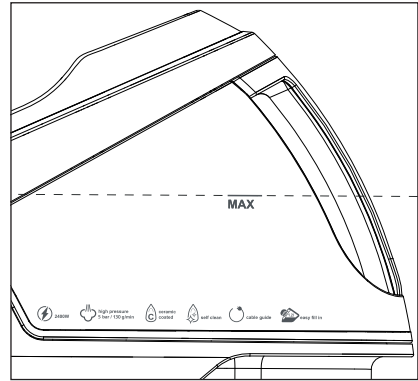

Fig. 3
- Remplissez le réservoir à eau **7** au maximum jusqu'au repère **MAX** (voir fig. 3). Videz la quantité d'eau versée en trop en utilisant l'orifice de remplissage. La quantité de remplissage maximale du réservoir à eau **7** est d'env. 1,2 L.